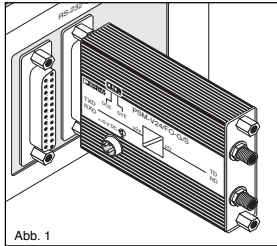

Abb. 1
- Modul direkt auf die V.24-Schnittstelle stecken (siehe Abb. 1) oder